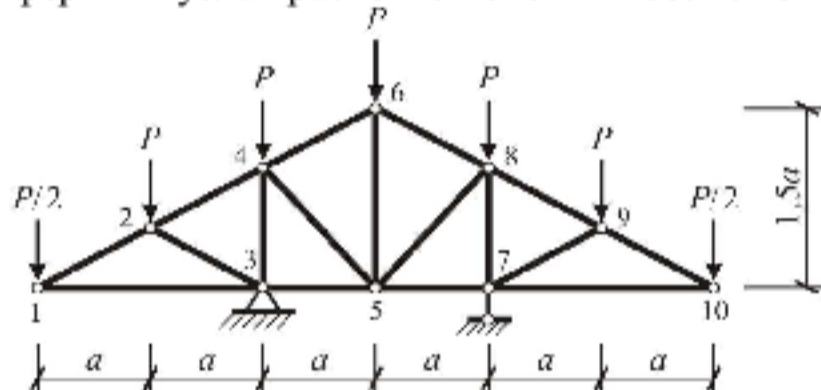

Рис. 1
1. Особенностью расчетной схемы типа ферма (рис. 1) является наличие в сечениях ее стержней только *продольных* усилий, что обеспечивается как способом приложения нагрузки (сосредоточенные силы в узлах-шарнирах), так и способом соединения стержней фермы в узлах расчетной схемы – безмоментными шарнирами.